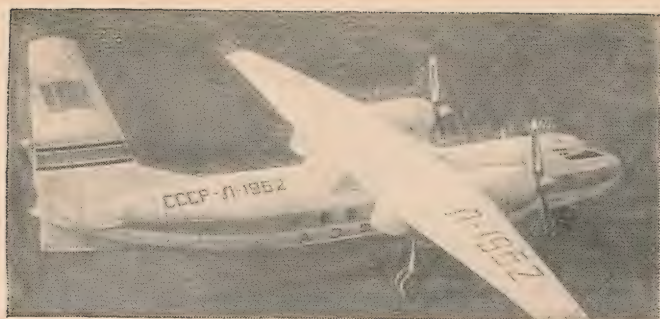

Рис. 13. Модель — копия самолета «АН-24» Б. Тарадеева (СССР).
С моделями-копиями в чемпионате принимали участие 6 спортсменов. Пять моделей успешно выполнили свою норму — непрерывный полет на протяжении 10 кругов. Наибольшее число очков (268) за четырехмоторную модель современного английского лайнера «Бристоль-Британия» получил польский авиамоделист Я. Кушелек. На модели установлены четыре польских двигателя «Сокол» (рис. 12), точно воспроизведены внешние обводы самолета, а также пилотская и пассажирская кабины. Шасси в полете убираются и выпускаются. Второе место (223 очка) завоевал польский авиамоделист И. Пуделка с моделью польского двухмоторного бомбардировщика «ВИЛК» образца 1939 года. На третьем (191 очко) и четвертом (185 очков) местах оказались советские моделисты Е. Кондратенко и Б. Тарадеев с моделями «АН-24» (рис. 13). Обе модели летали неплохо, но их авторы не выполнили внутренней отделки фюзеляжа.